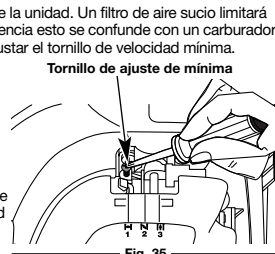

Fig. 35
La velocidad mínima del motor puede ser ajustada. Puede tener acceso al tornillo de ajuste de mínima a través de un orificio en la parte superior de la cubierta del motor (Fig. 35).
2. Suelte el gatillo del regulador y deje que el motor funcione en mínima. Si el motor se para, inserte un destornillador Phillips pequeño en el orificio de la cubierta del motor (Fig. 35). Gire el tornillo de mínima hacia adentro, en sentido horario, de a 1/8 de vuelta por vez (según sea necesario) hasta que el motor funcione en mínima suavemente.